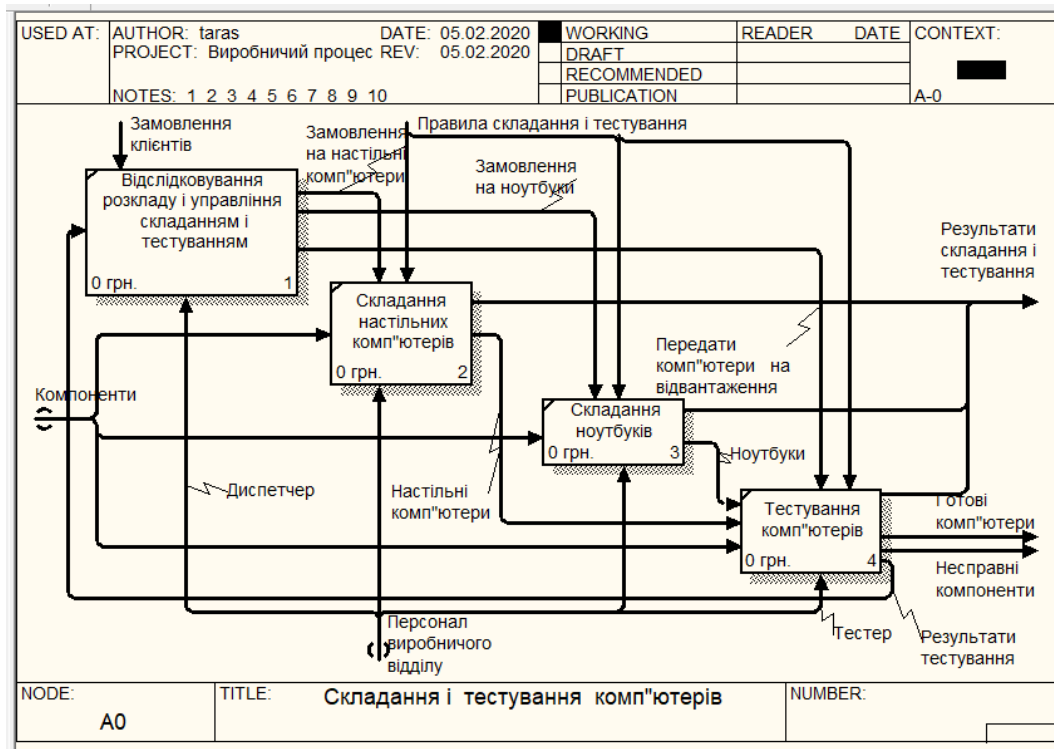

Рис. 9. Діаграма декомпозиції у новій моделі Виробничий процес.
- 1) Задайте властивості нової моделі. Її можна зберегти під новим іменем. Оскільки в старій моделі робота з якої проведено відщеплення була декомпонованою, то у новій моделі можна побачити, окрім, контекстної моделі, також відповідну діаграму декомпозиції (Рис. 9).